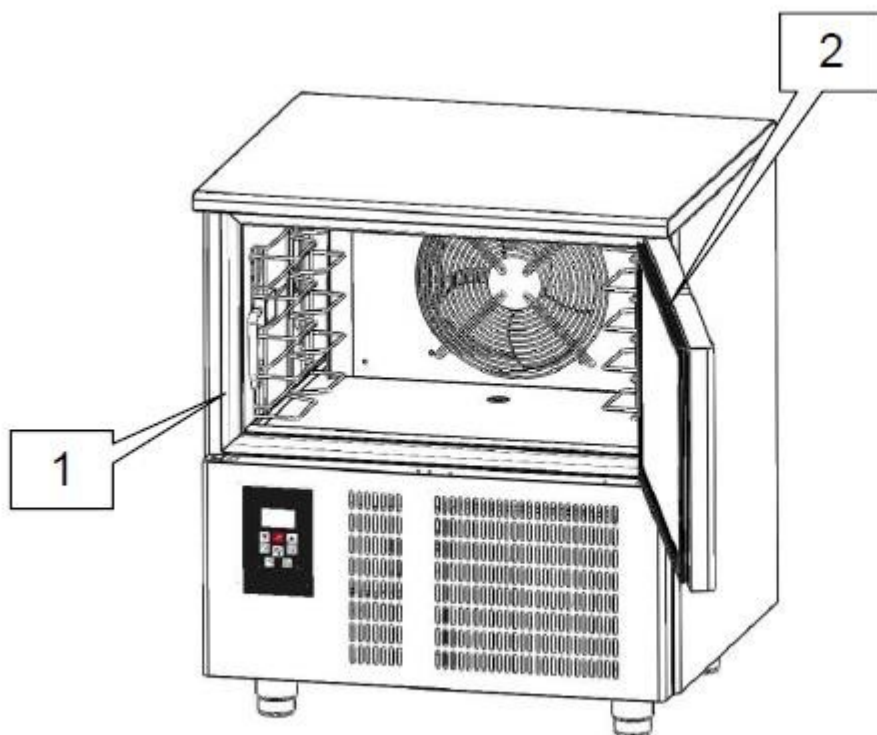

Fig. 8
Rengör noggrant inre delen av kammaren, dörrluckan (ref. 1 fig. 8) och packningen (ref. 2 fig. 8) med hjälp av en icke-nötande svamp indränkt i neutralt rengöringsmedel. Skölj efter med svamp och vatten och torka av med en torr trasa. Genom att rengöra snabbkylaren inuti motverkas uppkomsten av dålig lukt som kan påverka produkten negativt.